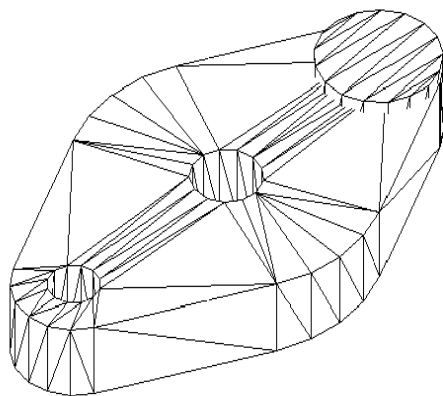

图 7-79
(12)单击【视图】下拉菜单中的【三维视图】子菜单中的【西南等轴测】选项。将拉伸后的实体转入西南等轴测中去观察。如图 7-79 所示：